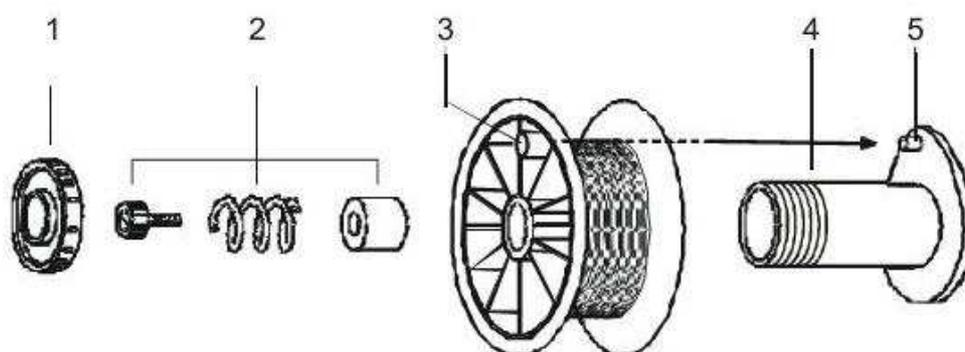

Рис. 7. Установки катушки с проволокой
- При установке катушки с проволокой на держатель (поз. 4, Рис. 7) необходимо проверить правильность позиционирования направляющего отверстия (поз. 3, Рис. 7) на шпindelъ держателя (поз. 5, Рис. 7);
- Отрегулируйте усилие торможения катушки прижимным винтом (поз. 2, Рис. 7) – вращение катушки должно прекращаться одновременно с остановкой двигателя подачи;